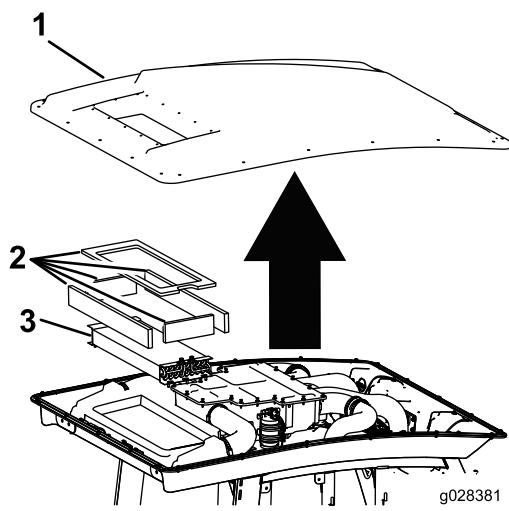

Figura 55
3. Retire los 22 pernos que sujetan el techo de la cabina, y retire el techo (Figura 55).
4. Retire los filtros de aire (Figura 55).
5. Retire y limpie los serpentines del aire acondicionado (Figura 55).